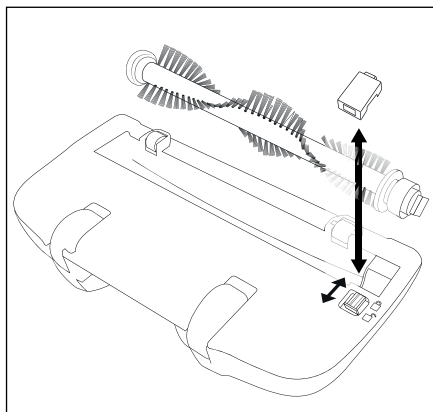

Fig. 5
- 2) Desplace el bloqueo de la placa de cobertura hacia el símbolo **☐** y desmonte la placa de cobertura (fig. 5).
- 7) Vuelva a colocar la placa de cobertura hasta que quede bien fija. La placa de cobertura queda encastrada cuando el encastre se desliza automáticamente hacia el símbolo **■** (fig. 5).